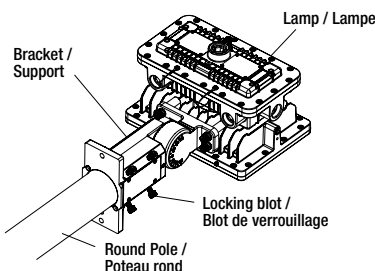

Fig. 22
- Step 2 (for round pole): Loosen the four bolts on bracket, and place the bracket into the pole and lock the four bolts (Figure 22).
- Étape 2 (pour les poteaux ronds) : Desserrez les quatre boulons du support, placez le support dans le poteau et verrouillez les quatre boulons (figure 22).